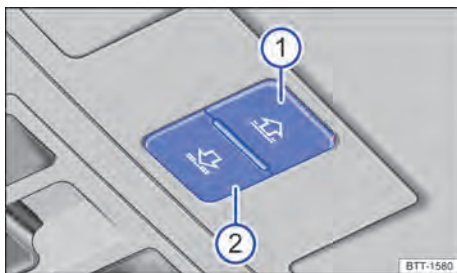

Fig. 83 En el revestimiento interno del techo: teclas para operar la cortina de protección solar.
Las teclas → fig. 83 1 y 2 tienen dos niveles. Al presionar las teclas hasta el primer nivel, puede abrir o cerrar la cortina de protección solar total o parcialmente.
- Antes de que pasen cerca de 5 segundos desde la activación de la función antiaprisionamiento, presionar la tecla → fig. 83 ② 2 hasta que la cortinilla se cierre por completo.